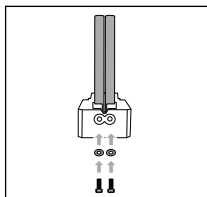

Fig. 3
- ◆ Læg en underlagsskive **13** ind i hver af udskæringerne på skære-styreelementet A **9**, og skru en skrue **12** ind i hver af styrestængerne **7** med unbrakonøglen **15** (se fig. 3).